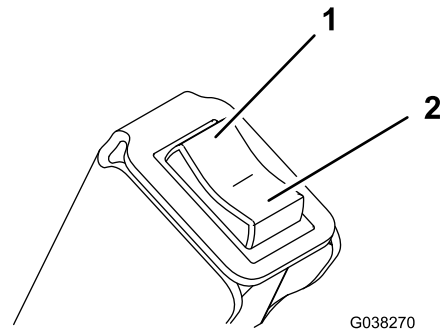

Figure 11
2. Videz la benne en appuyant sur le haut de la commande de vidage (Figure 11).
3. Abaissez la benne en appuyant sur le bas de la commande de vidage (Figure 11).